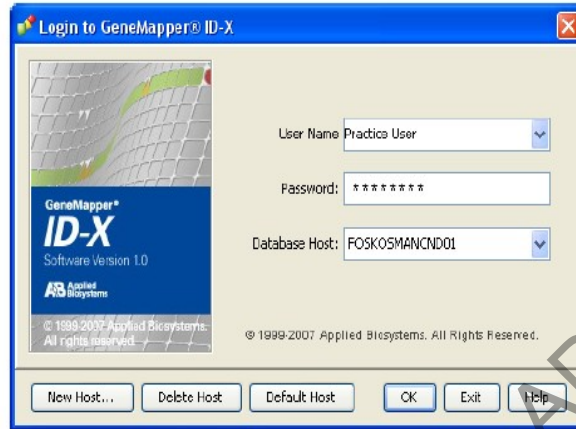

Figura 40. Cuadro de ingreso de nombre de usuario y contraseña.
**7.17.3** Introduzca, en el cuadro de diálogo que se despliega, el nombre de usuario y la clave de ingreso personales y de click en OK (ver figura 40).